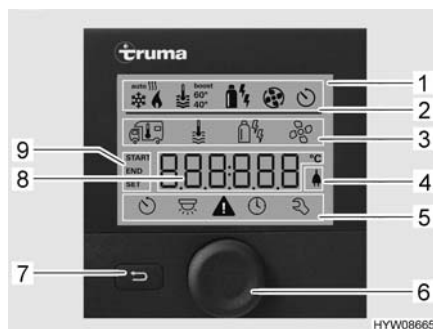
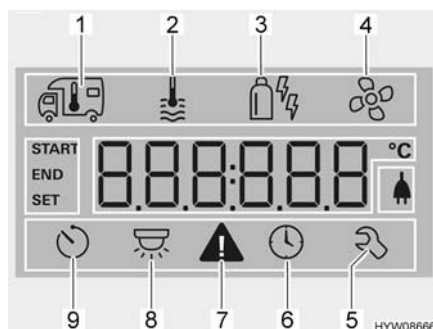

Fig. 96 Centralina di controllo con indicazioni
Fig. 97 Display (centralina di controllo)
- Riga di stato (Fig. 96,2)
- Riga di menu in alto (Fig. 96,3)
- Area di indicazione (Fig. 96,8)
- Riga di menu in basso (Fig. 96,5)
- Premere la manopola/il pulsante (Fig. 96,6) per circa 3 secondi. Vengono visualizzate entrambe le righe di menu (Fig. 96,3 e Fig. 96,5). Il primo simbolo lampeggia.
- Ruotare la manopola/il pulsante (Fig. 96,6), finché viene visualizzato il simbolo del menu desiderato.
- Premere la manopola/il pulsante per memorizzare il valore impostato. Se il valore impostato originariamente non deve essere modificato: Premere il tasto indietro (Fig. 96,7).
- Ruotare la manopola/il pulsante (Fig. 96,6), finché il simbolo del menu del riscaldamento (Fig. 97,1) lampeggia.
- Premere la manopola/il pulsante per memorizzare il valore impostato. Il simbolo nella riga di stato lampeggia (Fig. 96,2), finché viene raggiunta la temperatura impostata. Se il valore impostato originariamente non deve essere modificato: Premere il tasto indietro (Fig. 96,7).
- Ruotare la manopola/il pulsante (Fig. 96,6), finché il simbolo del menu relativo all'acqua calda (Fig. 97,2) lampeggia.
- Premere la manopola/il pulsante per memorizzare il valore impostato. Il simbolo nella riga di stato lampeggia (Fig. 96,2), finché viene raggiunta la temperatura dell'acqua impostata. Se il valore impostato originariamente non deve essere modificato: Premere il tasto indietro (Fig. 96,7).
- Ruotare la manopola/il pulsante (Fig. 96,6), finché il simbolo del menu relativo alla modalità di funzionamento (Fig. 97,3) lampeggia.
- Premere la manopola/il pulsante per memorizzare la modalità di funzionamento impostata. Se il valore impostato originariamente non deve essere modificato: Premere il tasto indietro (Fig. 96,7).
- Ruotare la manopola/il pulsante (Fig. 96,6), finché il simbolo del menu delle ventole (Fig. 97,4) lampeggia.
- Ruotare la manopola/il pulsante (Fig. 96,6), finché il simbolo del menu del timer (Fig. 97,9) lampeggia.
- Premere la manopola/il pulsante. Il timer è attivato. Il simbolo del timer (Fig. 97,9) lampeggia quando il timer è programmato e attivo.
In caso di avviso, il relativo simbolo lampeggia (Fig. 97,7). Il riscaldamento rimane in funzione. Se si tratta solo di un guasto temporaneo, il simbolo di avvertimento si spegne autonomamente.